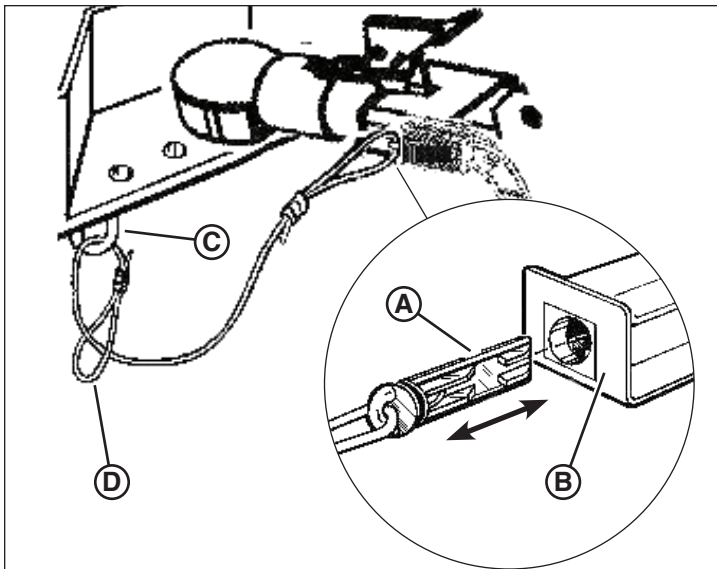

Figura 14
1. Retire el pasador (A, Figura 14) del interruptor de los frenos de separación (B).
3. Pase el pasador por la cavidad de la cadena de seguridad (C, Figura 14) y luego por el bucle del cable de los frenos de separación (D).